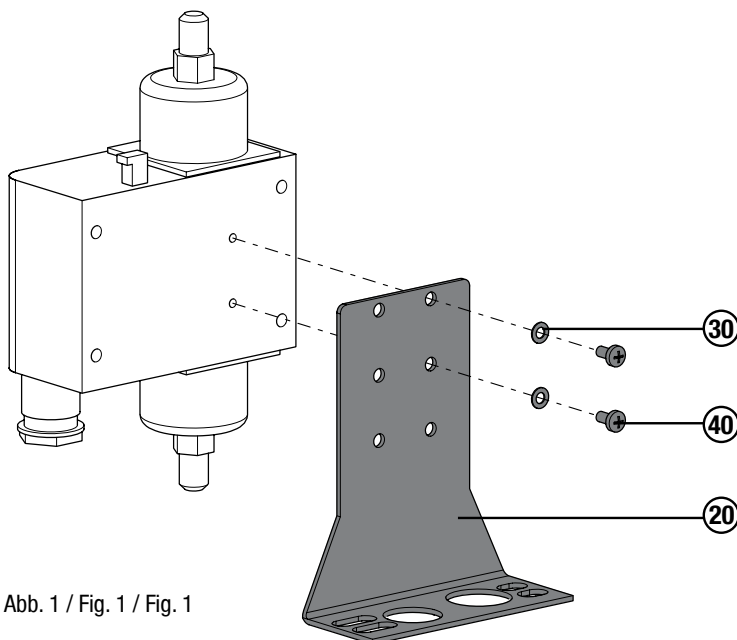

Abb. 1 / Fig. 1 / Fig. 1
- Halter (Pos. 20) mit Fächerscheibe (Pos. 30) und Linsenschraube (Pos. 40) an Öldrucksicherheitsschalter montieren (Abb. 1).
- Mount the bracket (pos. 20) to the oil pressure safety switch using oval head screws (pos. 30) and serrated lock washer (pos 40) (fig. 1).
- Monter le support (pos. 20) sur le pressostat de sécurité d'huile avec des vis à tête bombée (pos. 30) et des rondelles à éventail (pos. 40) (fig. 1).